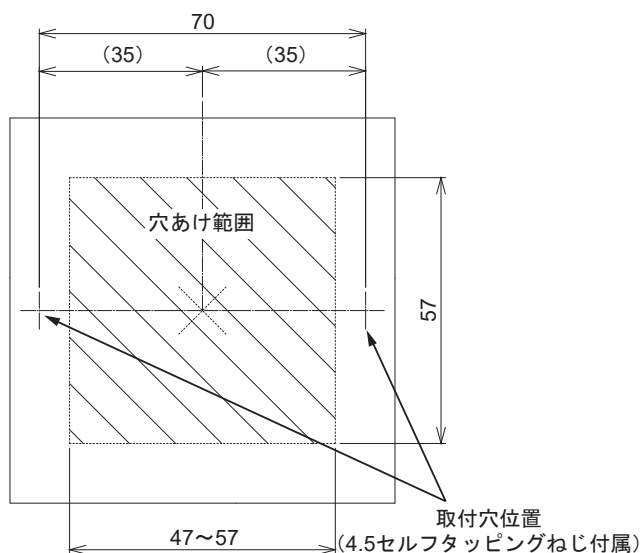

図3 取付案内図 (mm)
(1) 『図3 取付案内図』に示す挿入穴をダクトなどの取付面に開けます。
(2) 調節器の感温部をスプリング・クリップ (2個) ではめて適切な位置に調節します。
(3) 付属の「④ ゴム・グロメット」の割り穴に調節器の導管を挟み「② 取付板」の穴にはめます。
(4) 「① 板」を閉じ、ゴム・グロメットを固定します。
(5) 感温部支持具とダクト用・配管用温度調節器の感温部をダクト内部に挿入し、付属の取付ねじ (2本) で「②取付板」を取付面に固定します。